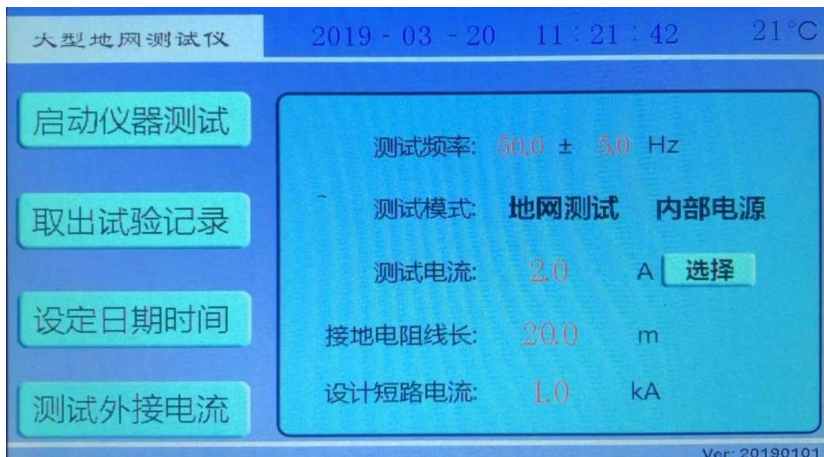
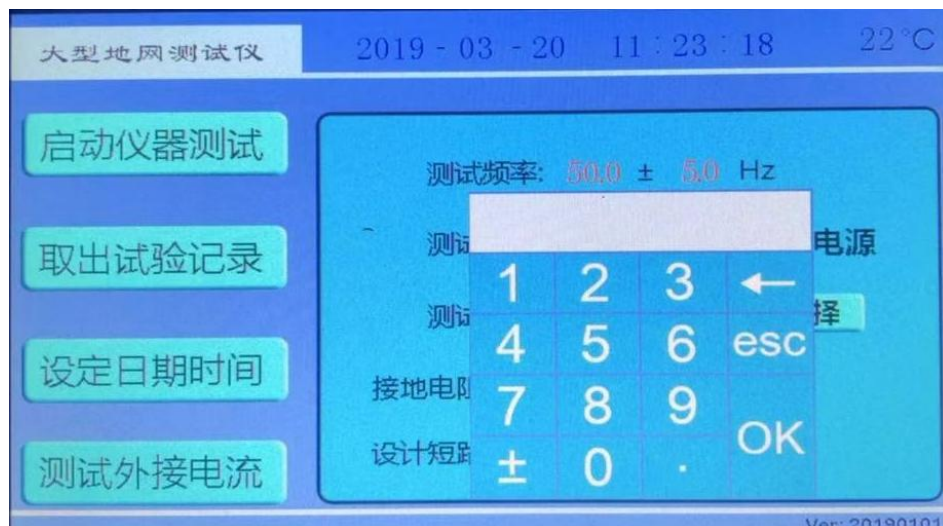
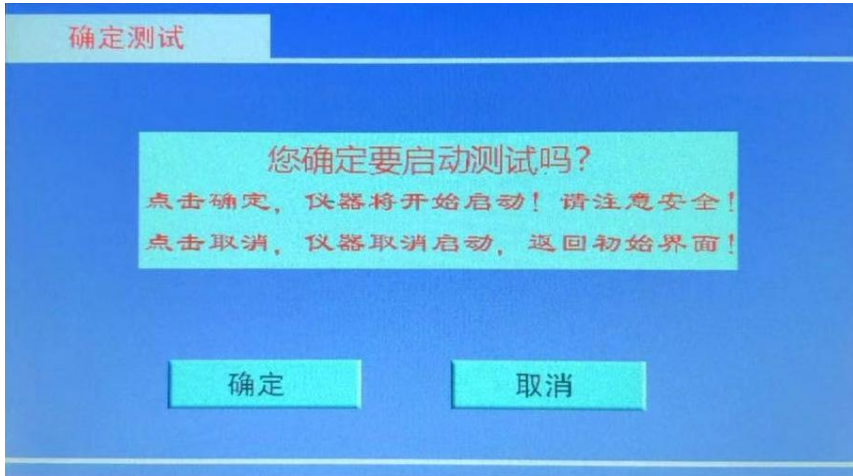

图 5 开机界面
图 9 红色数字参数修改界面
图 10 测试确认界面
1. 打开电源开关，计算机进行自检，几秒钟后，液晶屏显示中文主菜单如图 5 所示，表示自检成功。
7) 开机界面(图 5)下，红色数字的修改。如测试频率等项目，只需要使用触屏笔或手指点击，就可弹出数字键盘，然后修改即可。（图 9）
在开机界面(图 5)下，测试模式选择**地网测试**，使用触屏笔或手指点击**启动仪器测试**，出现测试确认界面（图 10）：
点击**确定**，将开始升流测试。**请确认已经接好测试**。此时将出现**地网测试**界面(图 11)。点击**取消**，仪器将返回开机界面(图 5)。
此时按下**退出**，返回到开机界面(图 5)。按下**打印**，打印出结果。
在开机界面(图 5)下，测试模式选择**接地电阻**，(线长一般选择 20 米)使用触屏笔或手指点击启动仪器测试，出现测试确认界面(图 14)：
点击**确定**，将开始升流测试。**请确认已经接好测试线**。此时将出现**接地电阻**测试界面(图 15)。点击**取消**，仪器将返回开机界面(图 5)。
此时按下退出，返回到开机界面(图 5)。按下打印，打印出结果。
在开机界面(图 5)下，测试模式选择**恒流测试**，（短路电流一般为 1kA）使用触屏笔或手指点击**启动仪器测试**，出现测试确认界面（图 18）：
此时将出现**恒流测试**界面(图 19)。点击**取消**, 仪器将返回开机界面(图 5)。